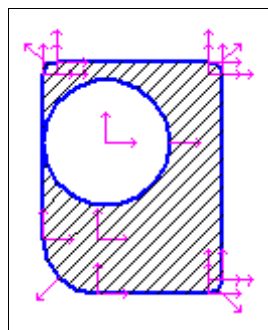

Рис. 26.6. Отображение на эскизе степеней свободы
- ◆ на панели инструментов **Параметризация** нажмите кнопку **Отображать степени свободы**. На эскизе появятся степени свободы для каждой точки (рис. 26.6). Обратите внимание, что использование команды **Скругление** также привело к формированию параметрических зависимостей. Для снятия показа степеней свободы еще раз нажмите кнопку **Отображать степени свободы**;